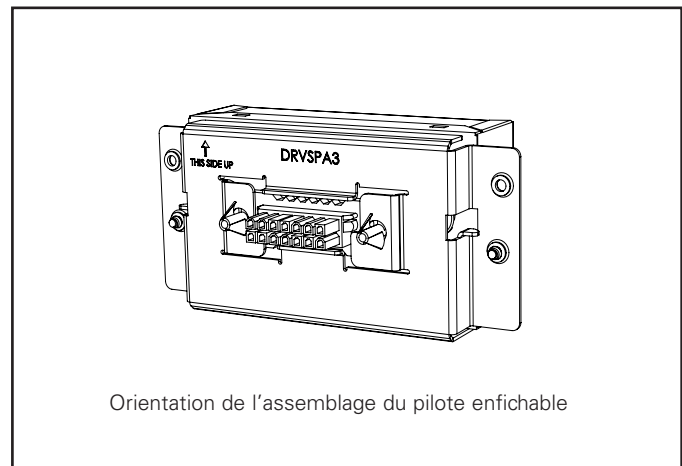

Figure 27.
10. Fixez le nouveau boîtier de pilote enfichable tout en vous assurant que la flèche indiquant « INSTALL THIS END UP » (installer ce côté vers le haut) pointe vers le haut (Figure 27).